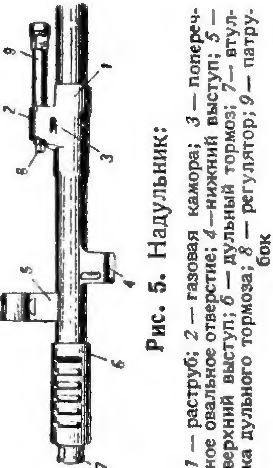

Рис. 5. Надульник:
6. Надульник (рис. 5) имеет: на заднем конце раструб для крепления кожуха; газовую камору для отвода части газов из ствола, в которой крепятся регулятор и патрубок; опеरечное овальное отверстие для клина; нижний выступ, в котором крепится защелка шомпола и при помощи этого же выступа крепится штык на винтовке; верхний выступ для крепления мушки и дульный тормоз со втулкой для уменьшения энергии отдачи и придания стабильности стволу при стрельбе. В винтовках первого выпуска в дульном тормозе было 12 узких окон, а в выпускаемых в настоящее время винтовках в дульном тормозе имеется 4 широких окна.